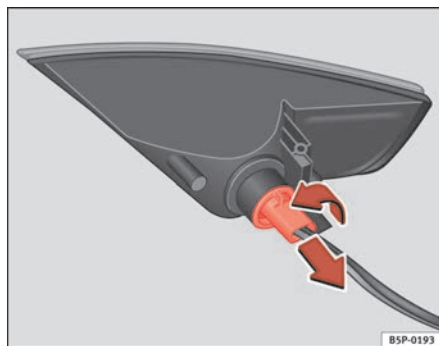

Fig. 195 Piloto una vez extraído del parachoques
- Gire el portalámparas a la izquierda, y extráigalo en el sentido de la flecha. ⇒ fig. 195